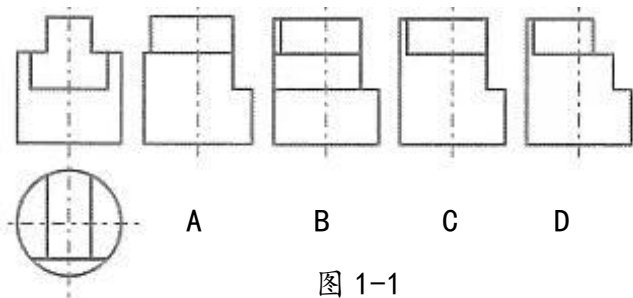

图 1-1
3. 根据主、俯视图，选择正确的左视图，如图 1-1 所示（ ）